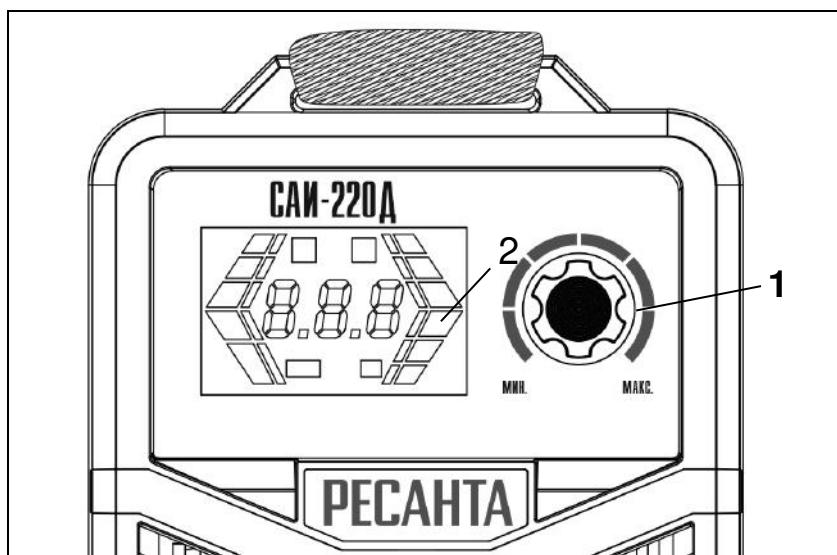

Рис.5 Управления режимами/функциями в режиме TIG LIFT
1. Для перехода в режим TIG Lift 2 (рис.5) убедитесь, что сварочная горелка для режима TIG подключена к сварочному аппарату и к баллону с необходимым газом (например, аргон).
2. Переключение аппарата в режим TIG LIFT осуществляется путем длительного нажатия на регулятор 1 (рис.5). В этом режиме вращение регулятора уменьшает или увеличивает сварочный ток.